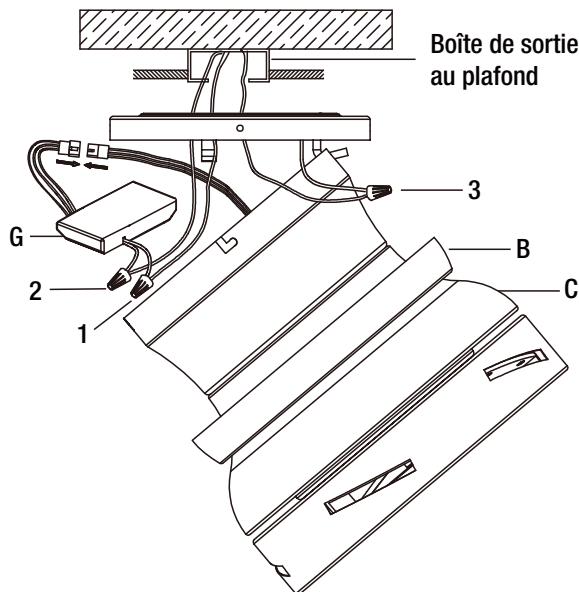

Figure 7
- Connecter le récepteur (G) aux fils du ventilateur en insérant la fiche d'adaptation moulée du récepteur (G) dans la fiche d'adaptation moulée de l'ensemble moteur du ventilateur (C), comme illustré à la Figure 7.
- Utiliser les connecteurs de câbles (AA) pour connecter les fils du récepteur (G) et du ventilateur aux câbles d'alimentation de la boîte de sortie conformément à la Figure 7 et aux directives suivantes :
- Cet appareil contient un ou des émetteurs/récepteurs exempts de licence qui sont conformes au(x) RSS exempts de licence d'Innovation, Science et Développement économique Canada. Le fonctionnement est assujéti aux deux (2) conditions suivantes :